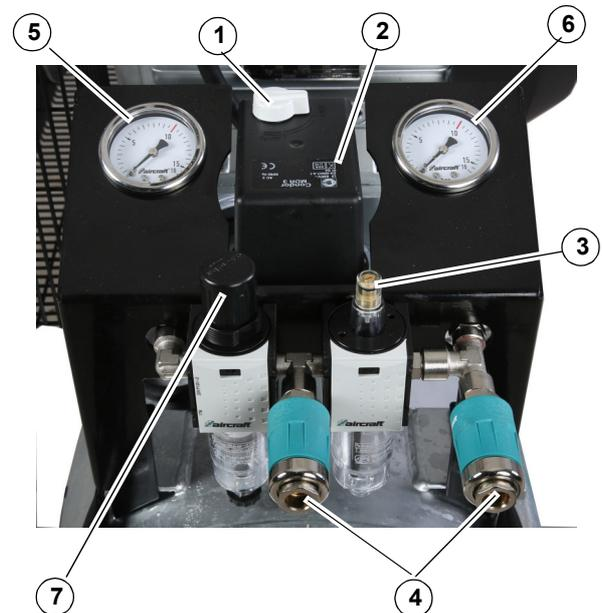

Abb. 10: Einstellung Arbeitsdruck
Schritt 7: Schließen Sie die Entwässerung und prüfen Sie, ob der Kompressor den Behälter lädt und bei  $P_{max}$  anhält (max. Druck; wird durch das Manometer (Pos. 5, Abb. 10) angezeigt).
Der Arbeitsdruck wird mit dem Filterdruckregler (Pos. 7, Abb. 10) eingestellt (Drehen der Drehkappe oder Heben der Drehkappe, gewünschten Druck einstellen und Drehkappe wieder hinunter drücken und dadurch fixieren) und am Manometer (Pos. 6, Abb. 10) abgelesen. Die Entnahme erfolgt über die Schnell-Kupplungen (Pos. 4, Abb. 10).